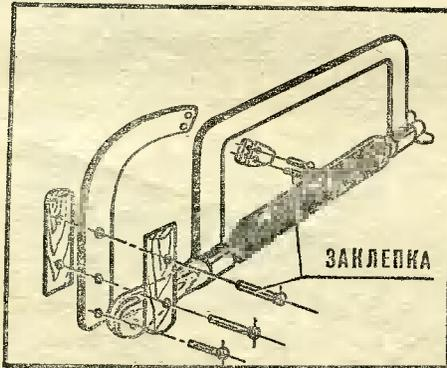

Рисунок 3
**УДОБНАЯ РУЧКА.** Ножовкой с такой ручкой, сизает Вячеслав Сергеев из Челябинска, быстрее постигаются премудрости слесарного дела (рис. 3). Ручку следует выпилить по размеру вашей руки из стальной полосовой заготовки толщиной 4 мм. В местах, указанных на рисунке, просверлите пять отверстий  $\varnothing 3,1$  мм под заклепки. Чтобы ручка держалась на ножовке прочнее, сделайте скобу из стального листа толщиной 1,5—2,0 мм, а в деревянной ручке ножовки — пропили. Остается на ручку наложить две деревянные щечки и соединить детали заклепками.